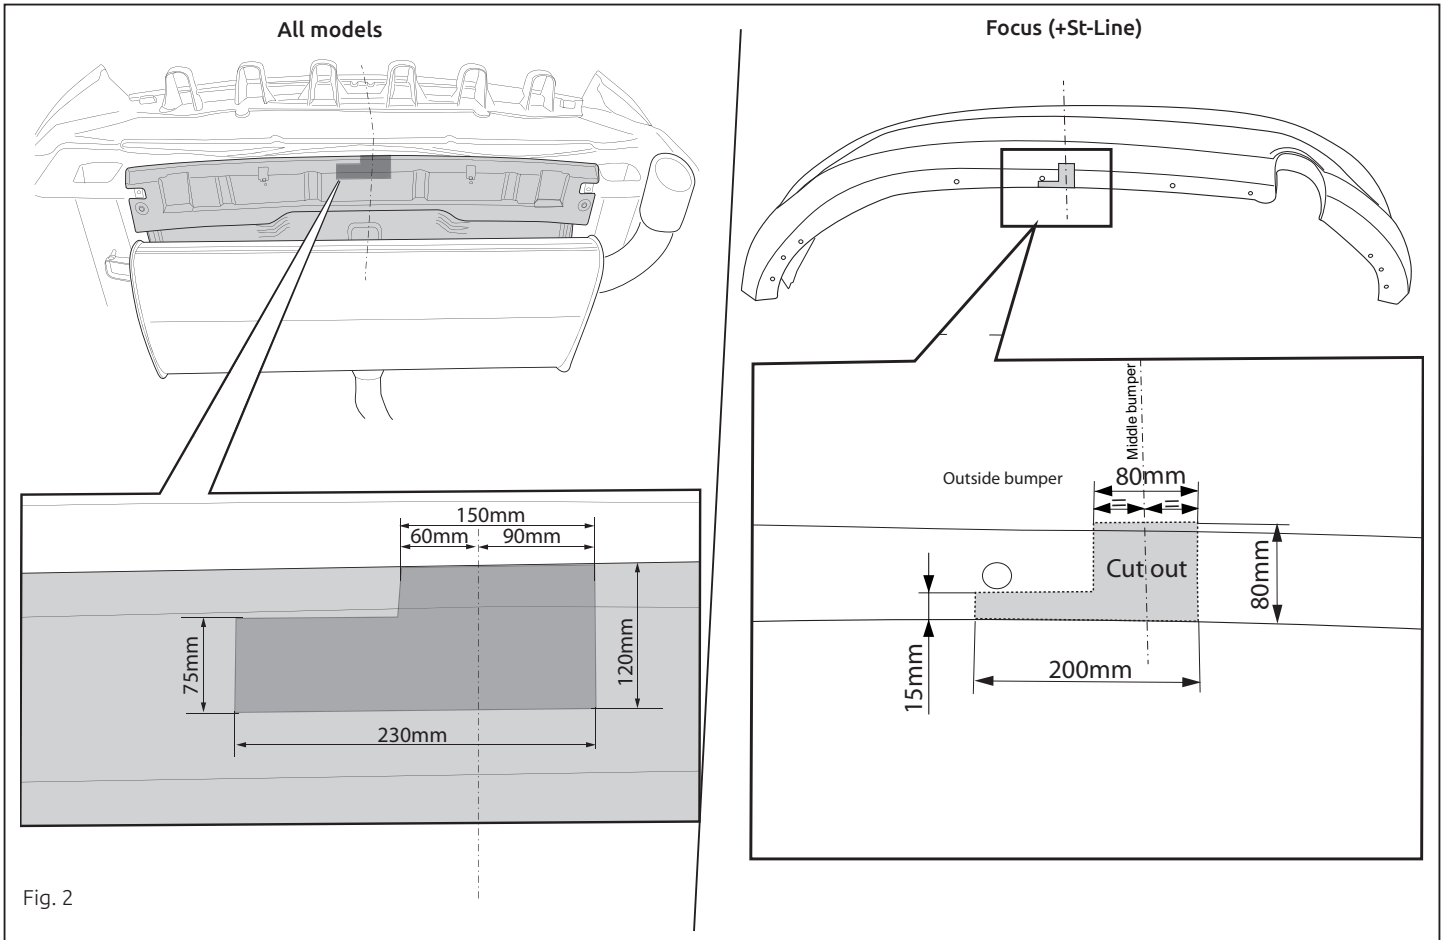

Fig. 2
5. Отпилить обозначенные части, как указано на рис. 2, 2а и 3.